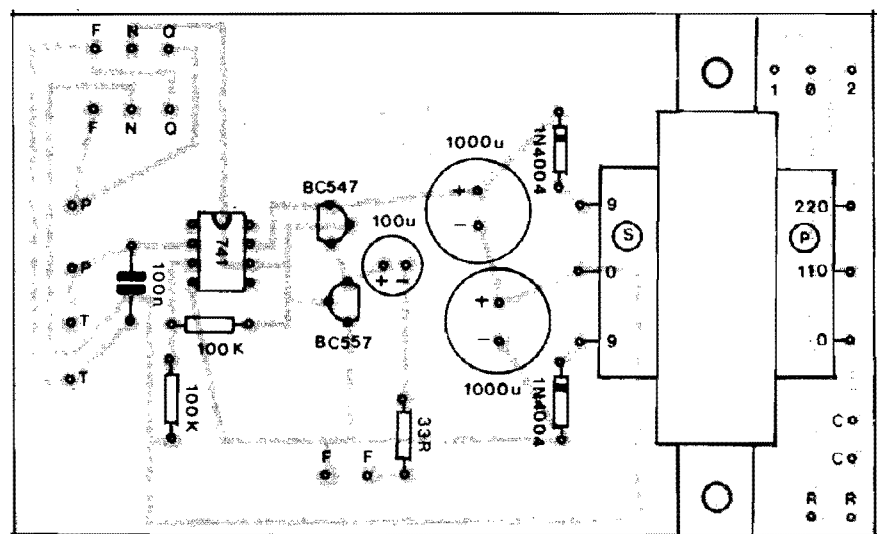

Fig. 3
- FIG. 3 - "CHAPEADO" DA MONTAGEM - Fica "visualmente explicado" por que a placa deve ser tão "folgada"... A presença do transformador de força sobre o Impresso, obriga a uma certa "largueza", ao mesmo tempo em que beneficia eventuais manutenções, trocas de componentes, etc. Como se trata de uma montagem para profissionais, não vamos enfatizar aqui detalhes mais elementares, porém lembramos da necessidade de se manter atenção especial quanto aos componentes **polarizados** e suas posições (Integrado, transistores, diodos e capacitores eletrolíticos). A respeito